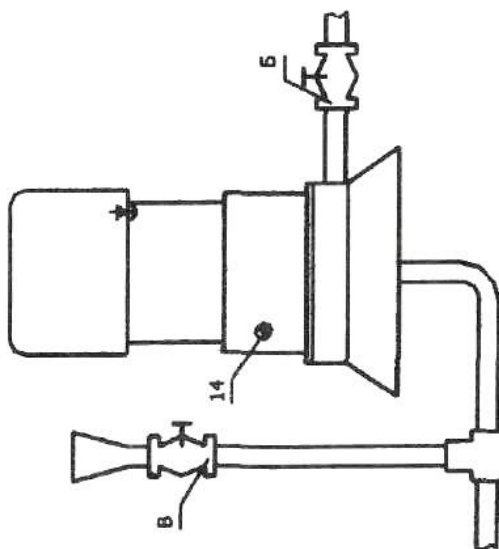

Рис. 6
- Рекомендуемые схемы заливки электронасоса перед запуском приведены на рис. 6 и 7. Предпочтение отдается схеме заливки, указанной на рис 7, т. к. исключен подсос воздуха через воронку. При использовании схемы заливки (рис. 6) необходимо учесть, что полная потеря уровня воды в воронке вызывает подсос воздуха и электронасос мгновенно прекратит подачу воды. Воронка должна иметь резьбу для ввертывания в заливной вентиль.